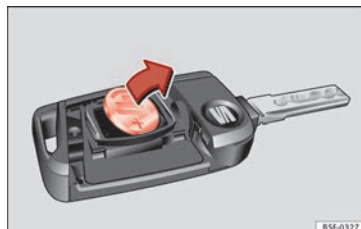

Fig. 128 Llave del vehículo: extracción de la pila.
- Extraiga la pila del compartimento con un objeto fino adecuado » fig. 128.
- Coloque la pila nueva tal como se muestra » fig. 128 y presiónela en el compartimento para la pila en sentido contrario a la flecha » ①.